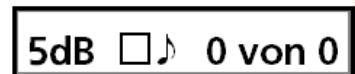

Bild 18 SISI Testablauf
- Danach erscheint der in Bild 18 gezeigte SISI Testablauf: